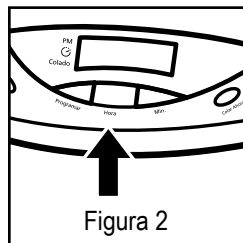

Figura 2
1. Pressione e mantenha pressionado o botão para ajustar a hora até que a hora correta apareça na tela do relógio. Veja a figura 2.